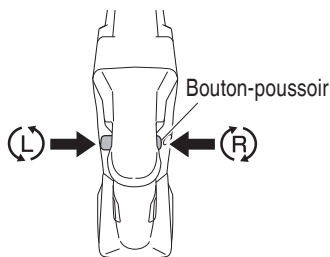

Fig. 11
6. Vérifiez la direction de rotation de la mèche (Fig. 11)
Le foret tourne dans le sens des aiguilles d'une montre (vu de derrière) quand on appuie sur le côté R du bouton poussoir. (Fig. 11)